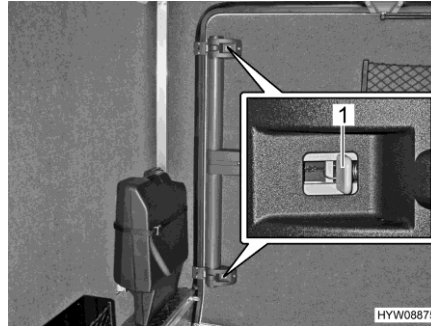

Fig. 58 Puerta de garaje (desbloqueo de emergencia desde el interior)
- Presionar la corredera gris (Fig. 58,1) hacia el centro de la puerta en las cerraduras superior e inferior.